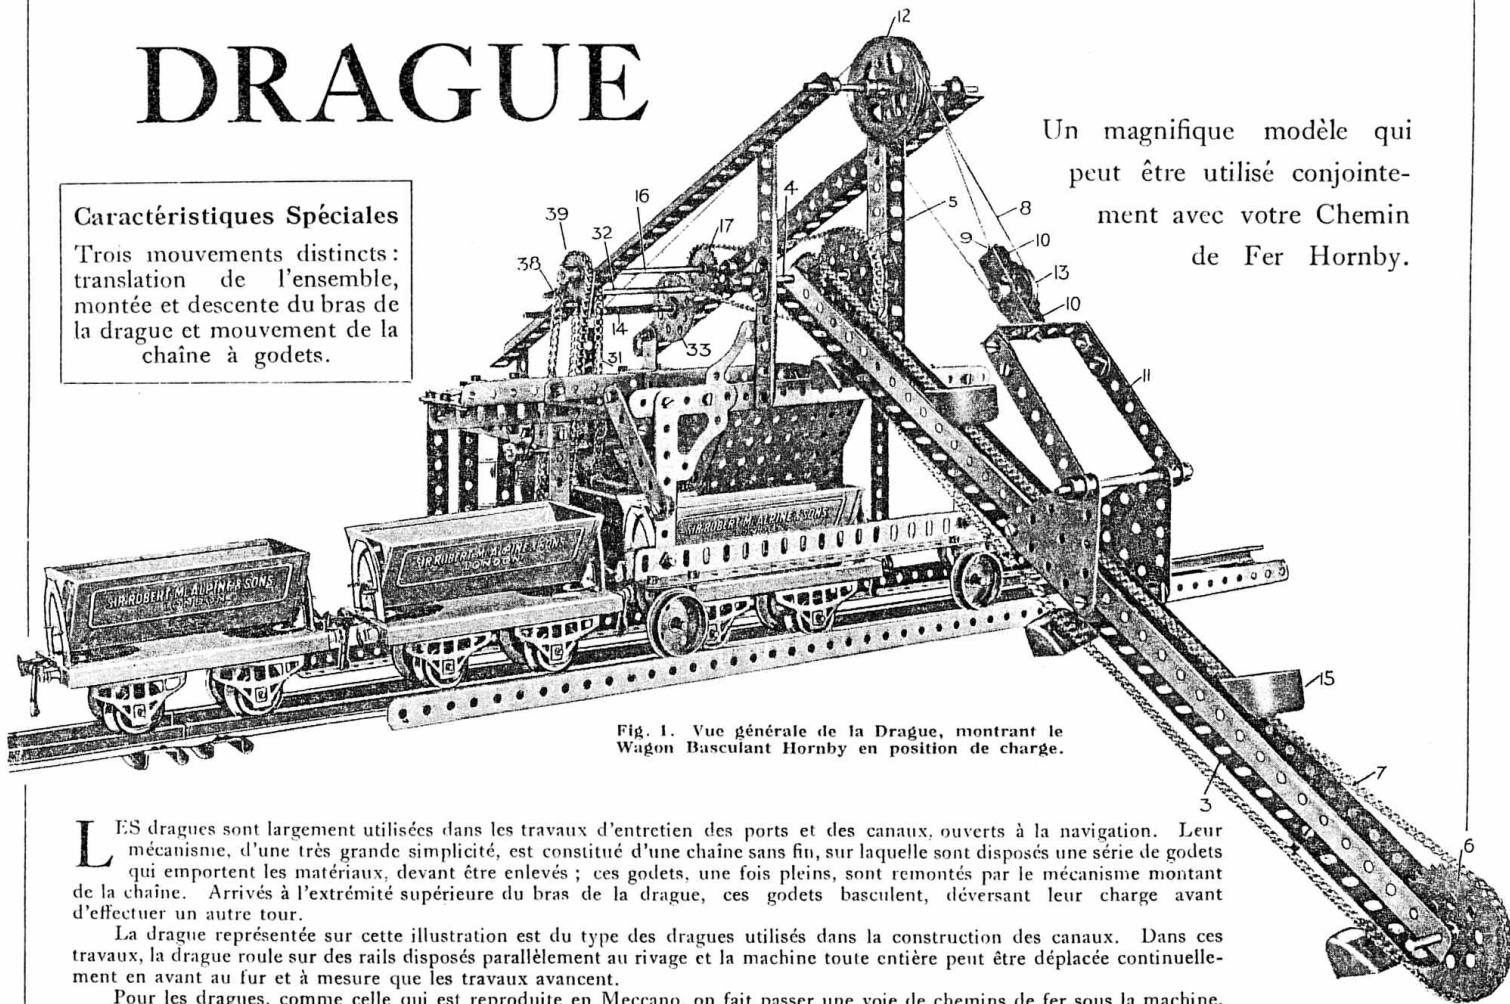

Fig. 1. Vue générale de la Drague, montrant le Wagon Basculant Hornby en position de charge.
A la figure 1, nous voyons trois wagons basculants, utilisés avec le modèle, un wagon étant disposé au-dessous de la trémie pour pouvoir recevoir la charge. En pratique, les rails sur lesquels roulent les roues à boudin de la drague, sont disposés sur le bord du quai. Les six roues à boudin du modèle Meccano roulent sur des rails constitués par des cornières, mais si on le désire on peut utiliser des rails Hornby.
Le bras de la drague montré en détail à la Fig. 1, est formé de deux cornières de 37 trous (3) réunies par des bandes de 4 trous et assemblées près du centre par des bandes de 6 trous, disposées en diagonale. Ce bras pivote sur une tringle (4) et une roue dentée de 25 mm., est fixée sur cette tringle entre les cornières (3). Une roue dentée de 5 cm. (6) est montée sur une tringle de 5 cm., passant dans les trous inférieurs du bras, cette roue est disposée sur une Chaîne Galle (7) sur laquelle sont fixées 4 à 5 godets à intervalles réguliers. Une autre roue dentée de 5 cm. est également fixée sur la tringle (4) et est entraînée par une roue dentée de 25 mm. (17), montée sur la tringle (16), par l'intermédiaire d'une Chaîne Galle.